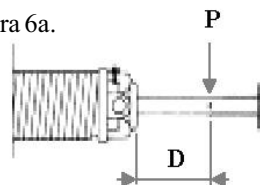

Figura 6a
Espacio adicional ocupado por el muelle después de la operación, figura 6a. Calcular la distancia "**D**" con la siguiente fórmula:
Fijar en el eje según Figura 6a con el punto "**P**" un alicate de presión.
1. Introduzca la 1ª herramienta (1) de tensado hasta el fondo del orificio de tensión.
8. Si después de esta operación el muelle no cubre la distancia **D**, figura 6a, es necesario estirar el muelle manualmente hasta cubrir la distancia **D** para reducir la fricción del muelle.